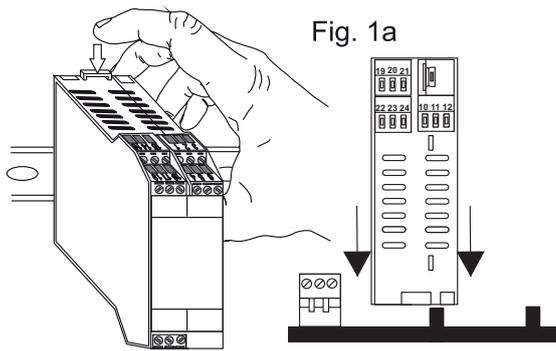

Fig. 1a
- 2) Insérer le connecteur arrière IDC10 du module sur une fente libre de l'accessoire pour le rail DIN comme illustré sur la figure 1a. (l'introduction est univoque parce que les connecteurs sont polarisés).
- 3) Pour fixer le module a le rail DIN serrer les deux crochets situés de chaque côté du connecteur arrière IDC10 comme illustré sur la fig.1a.